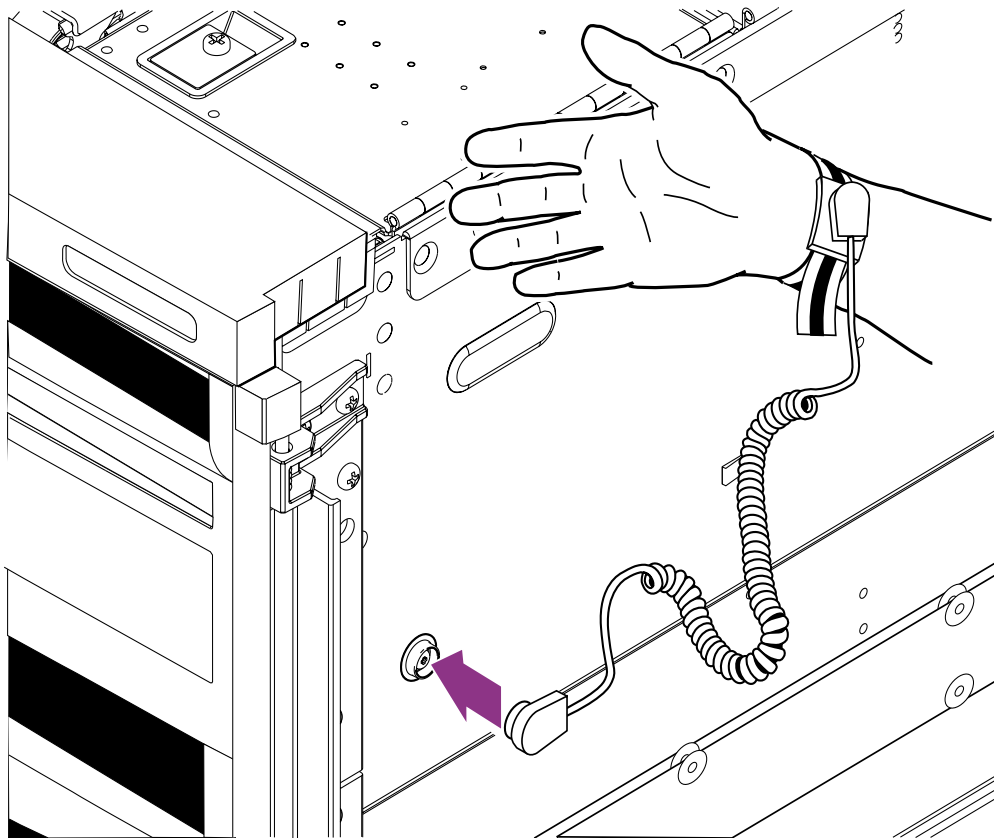
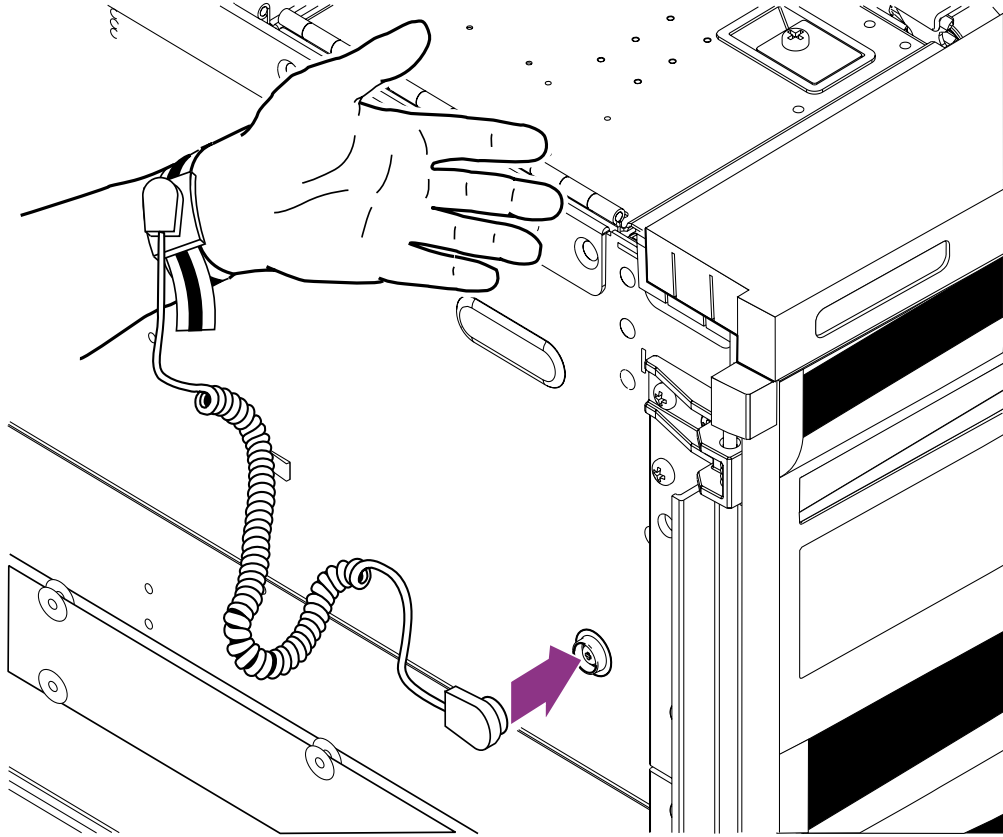

図3 静電気防止用リストストラップの接続 - 右手側
図 4 静電気防止用リストストラップの接続 - 左手側
- 図3 および図4 に示すように、静電気防止用リストストラップをシャーシに接続します。